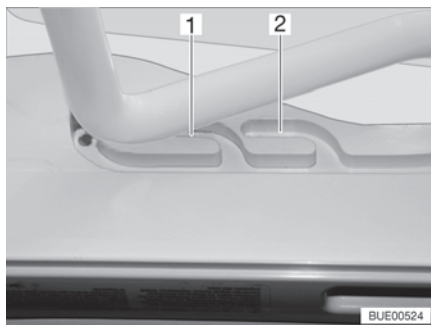
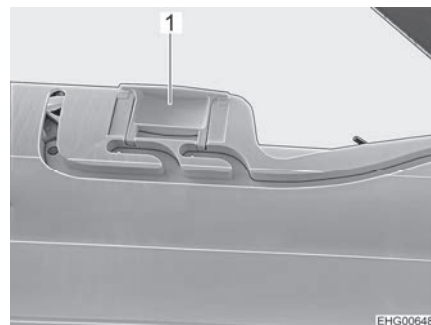

Bild 55 Spår (ventilationsläge)
Bild 56 Lås (ventilationsläge)
Heki-takluckan kan ställas i två ventilationslägen: Läget för dåligt väder (Bild 55,1) och mittläget (Bild 55,2). Beroende på modell kan takluckan låsas i mittläget med de båda spärrarna (Bild 56,1) till höger och vänster om ramen till takluckan.
- Tryck bygeln lätt uppåt och skjut in den i det valda spåret (Bild 55,1 eller 2) och lås eventuellt.